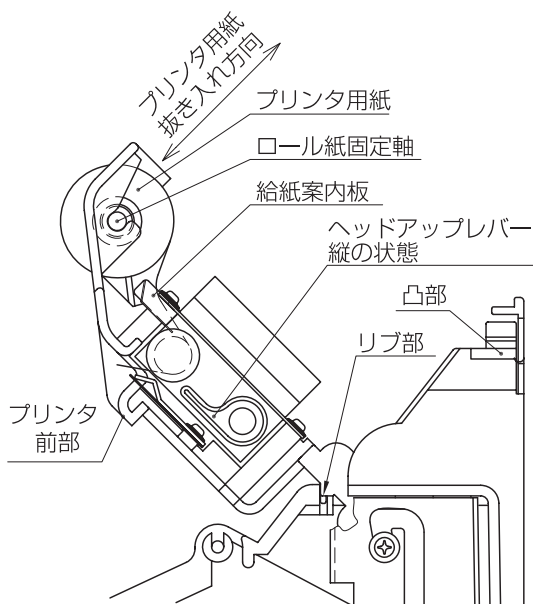

図2
2. 図2の様に本体の角穴にリブ部を入れてください。
3. プリンタ前部を押さえながら、ロール紙固定軸を引き抜いてください。(図2)
4. ロール紙固定軸をプリンタ用紙に入れてプリンタ上部に差し込んでください。(図2)
5. プリンタ用紙を給紙案内板に沿って挿入してください。(図2)